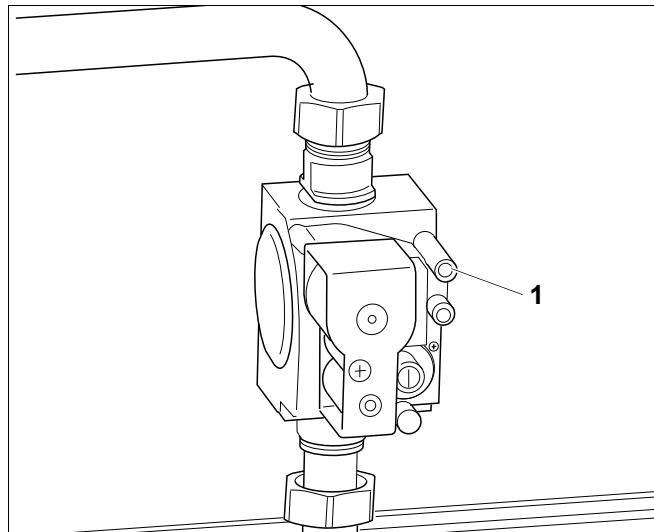

Рис. 51 Газовая арматура "SIT" 840 Sigma
- Снять измерительный шланг и вновь закрутить измерительный ниппель (рис. 51, поз. 1).